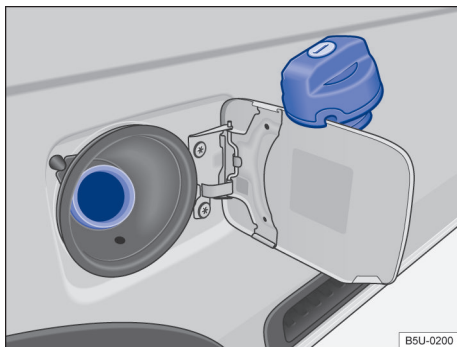

Fig. 132 Portinhola do tanque de combustível aberta com a tampa do tanque de combustível pendurada.
- Girar a tampa do tanque no sentido anti-horário e pendurá-la em cima da portinhola do tanque de combustível → Fig. 132.